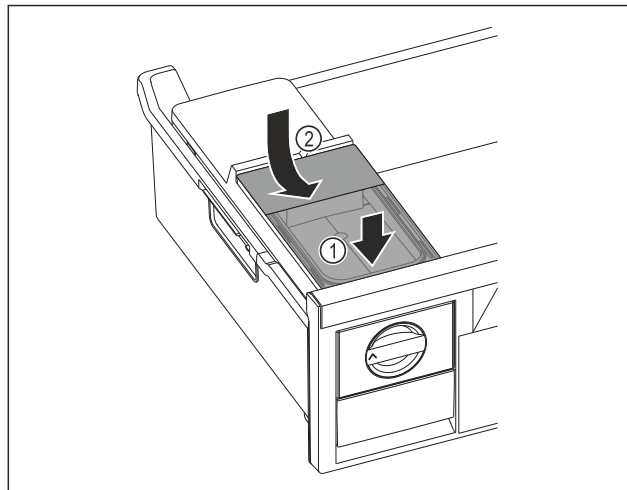

Fig. 99
- ▶ Postavite spremnik za vodu sprijeda. Fig. 99 (1)
- ▶ Spustite spremnik za vodu straga. Fig. 99 (2)